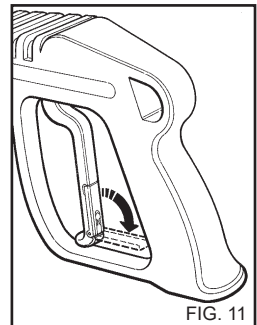

FIG. 11
- Stäng greppets säkerhetsanordning när rengöringsmaskinen inte används (fig.11).